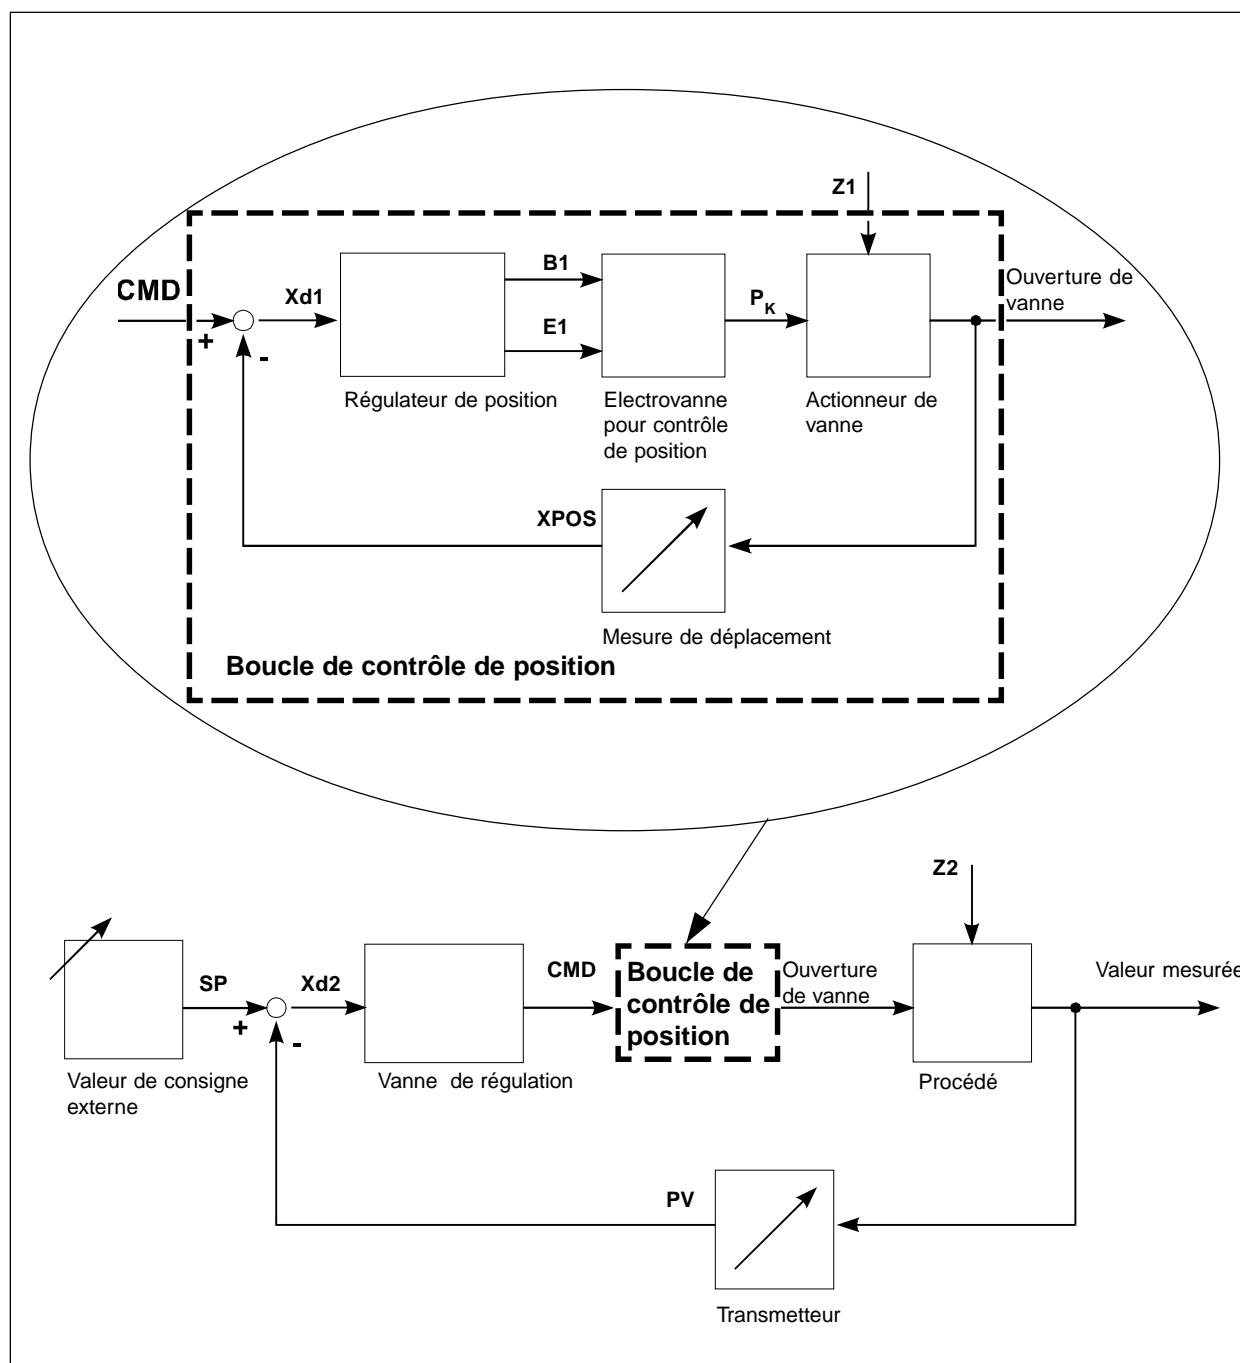

Fig. 3.7: Schéma de régulation de procédé
3.2.2 TopControl Continuous utilisé comme régulateur de process (Fig. 3.7)